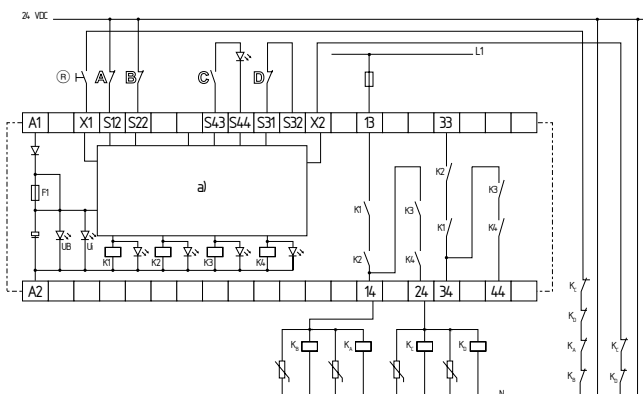

Fig. 3: SRB 400CA, 400CA/T, SRB 400CA/Q, SRB 400CA/QT
Controllo a due canali, rappresentato utilizzando l'esempio di un circuito di arresto di emergenza con due contatti A e B e di un sistema di sorveglianza porta con due contatti C e D, di cui almeno uno ad apertura obbligata; pulsante di Reset esterno (R) (riferito al livello di sicurezza 1) (vedere Fig. 3)
- (R) = Circuito di ripristino